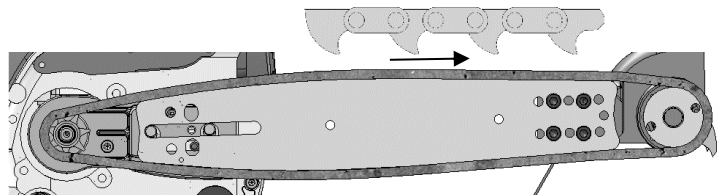

Fig. 3: Læg kæden på
- > Læg kæden omkring hjul og drivhjul på motorsaven. Indsæt drevled i skinnen. Vær opmærksom på kædens korrekte løberetning (Fig. 3).